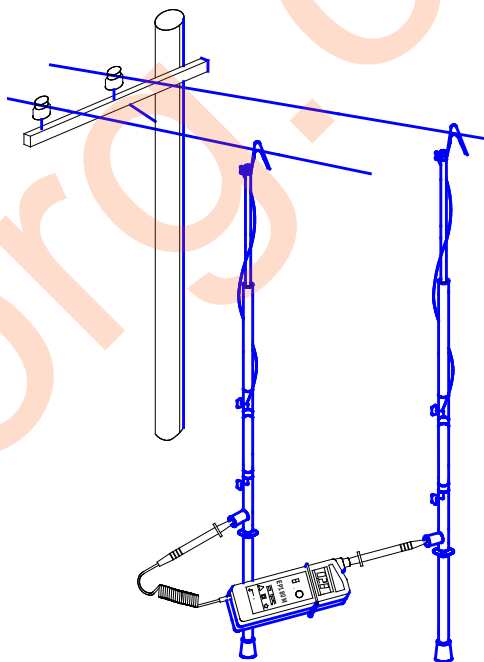

Рисунок 1
4.1 Устройство комплекта показано на рис. 1. В состав комплекта входят две трех- или четырехзвенные штанги, гибкие многожильные соединительные провода с двойной изоляцией, которые прикреплены к изолирующим частям штанг и прибор ЕР180М. В верхнем звене штанг выполнено контактирующее устройство с гибким контактирующим элементом для надежного присоединения к воздушной линии электропередач. К контактирующему элементу в рабочем положении подсоединяется соединительный провод.